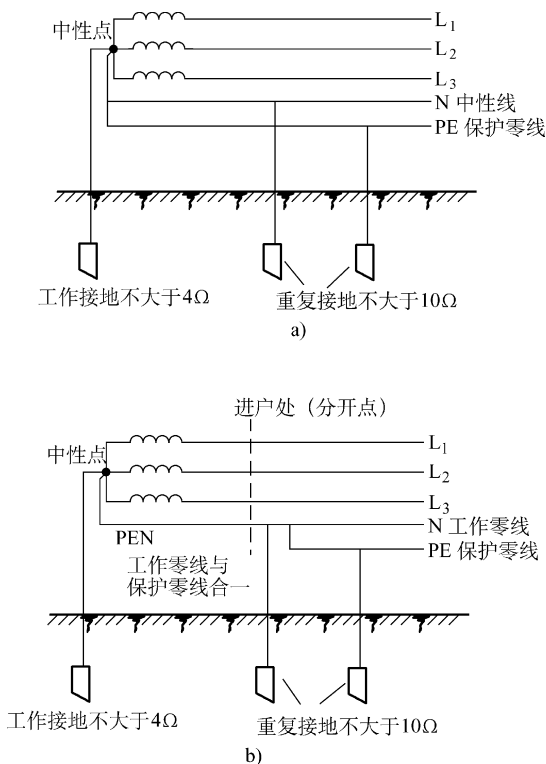

图 8-3 三相五线制的保护接零的做法
2) 三相五线制供电是将中性线 N 和保护零线 PE 分开，一根中性线，一根保护零线。其接线方式如图 8-3 所示，即从电源变压器处（如图 8-3a 所示）或电源进户处（如图 8-3b 所示，在变压器至进户前这一段线路是合用的）引出保护零线，设备的金属外壳都接在保护零线上，中性线和保护零线又在规定地点重复接地，重复接地电阻不大于  $10\Omega$ 。由于一根工作零线，一根保护零线，安全性较高。